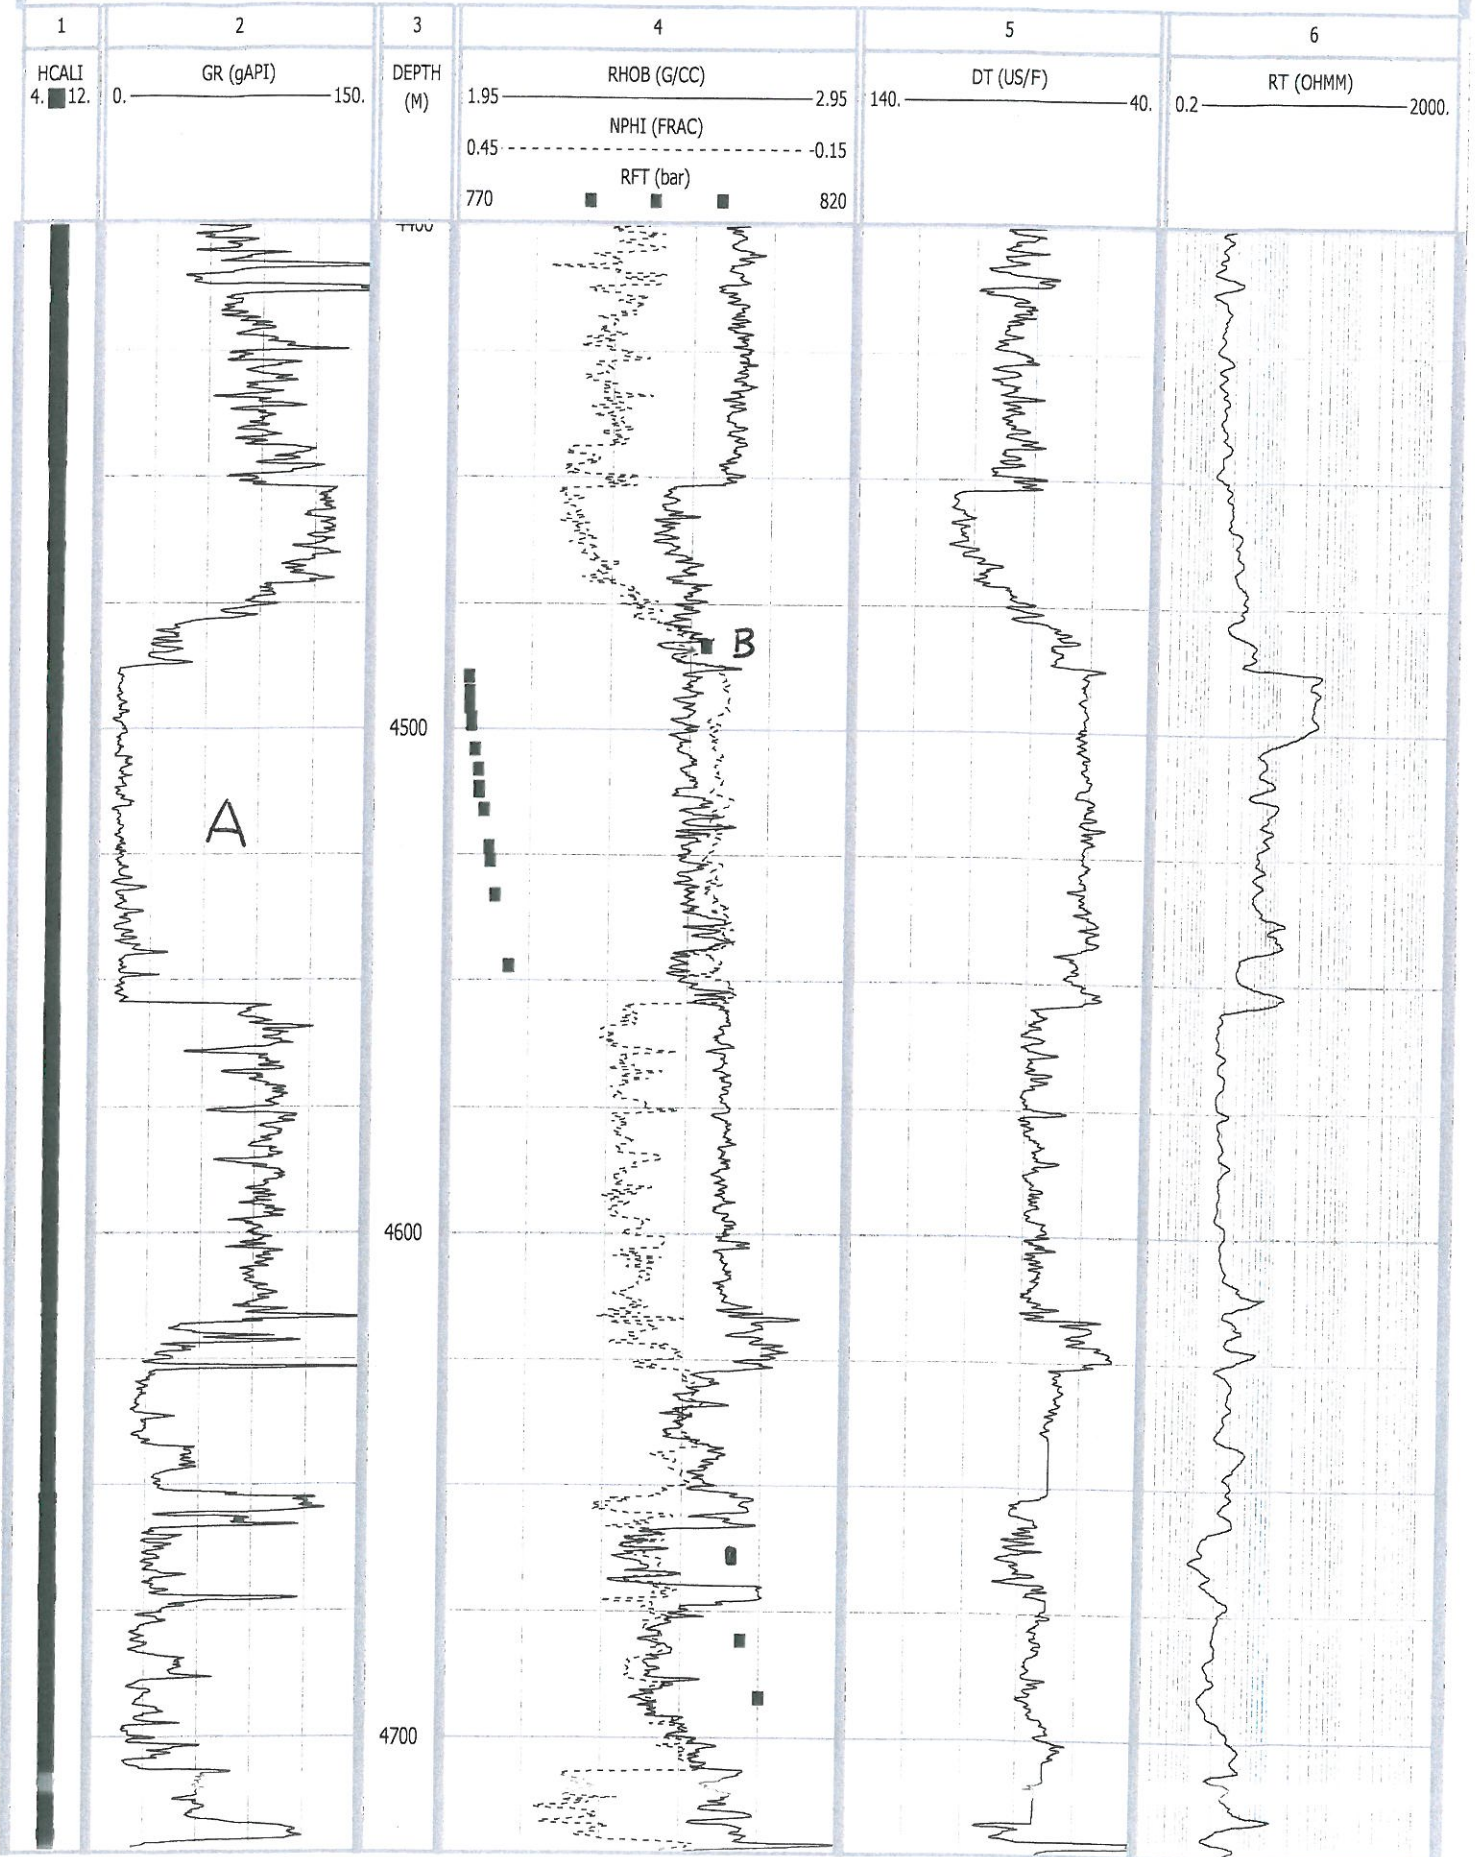

Fig 2.2
- c) Brønn 2/7-22 (Figure 2.2) er fra helt sør i Nordsjøen og er fra en dyp struktur fra 4500 m til 4700 m. For sammenlikning ligger Statfjord, Oseberg, Gullfaks osv. på ca. 2500 m.